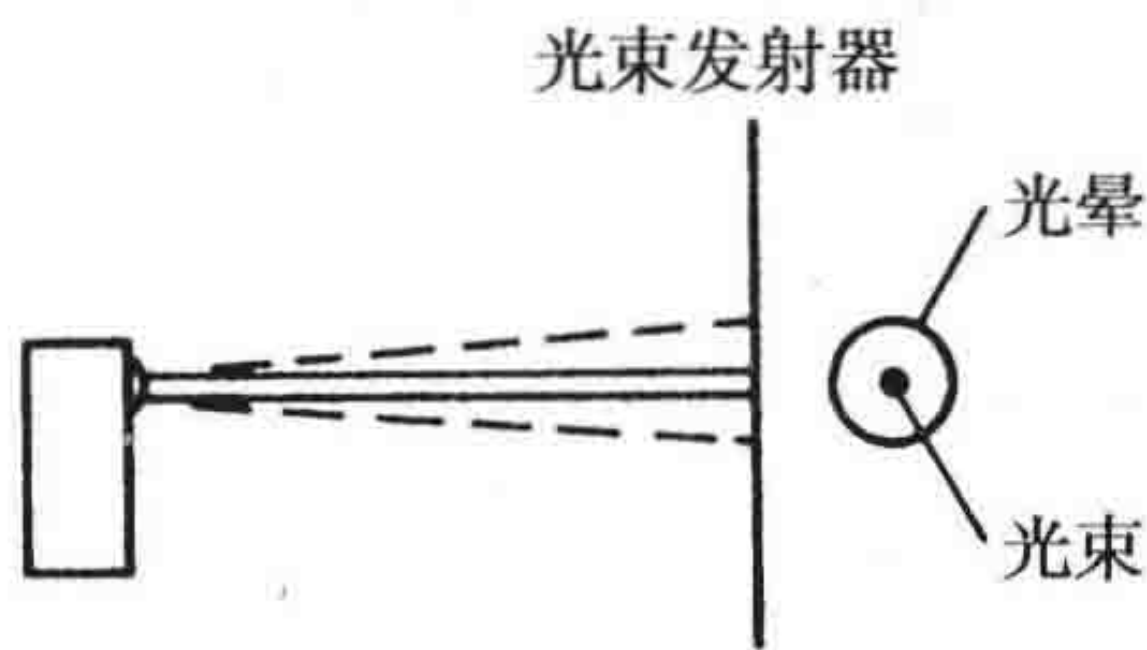

图 10-23 光线发射器 (LED)
任何检测操作或检测系统都需要具有可靠性这一特征。确保光电开关正确操作的一个方法就是使用一个稳定性指示器。一些光电开关带有一个绿色的 LED，用于指示系统性能的可靠性。若 LED 指示不稳定，这意味着接收器的光强度在开关跳闸点数值的  $\pm 20\%$  以内，这会导致开关临界动作（见图 10-23）。引起指示灯这样变化的常见情况包括以下几种情况：
- 2. 开关未对准，尤其当检测到发射器发出的是光晕而不是光线时（见图 10-23）。